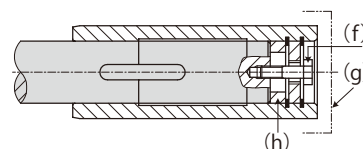

図5-12 特殊な場合の抜け止め
- ①被動軸が図5-12のように段がない場合、ディスタンスリング(h)を使用して固定してください。